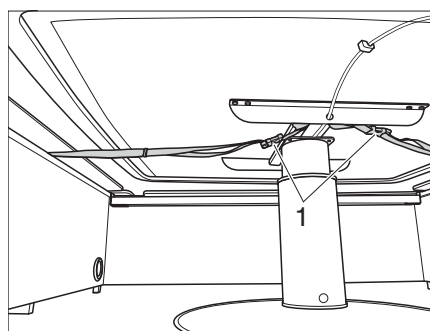

Fig. 57 Tavolo di sollevamento con cinghie
- ▷ Il tavolo di sollevamento non è fissato al pavimento. Prima della partenza abbassare il tavolo di sollevamento fino all'arresto inferiore e fissarlo alle dinette con le cinghie (Fig. 57,1).